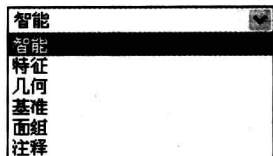

图 1.11 “过滤器”下拉列表
(6) 过滤器。过滤器主要用于过滤选取对象。当需要在比较复杂的图形中选取某一像素时,通过选择过滤器中某一选项,即可过滤其他像素,选取用户所需要的像素。过滤器的下拉列表如图 1.11 所示。
① 智能:智能像素选取,选取顺序为先选到特征(含实体特征、曲面特征或基准特征),然后再选到此特征的几何元素(如点、线或面)。
② 特征:仅选取实体特征、曲面特征或基准特征(包括基准平面、轴线、曲线、坐标系、基准点)。
③ 几何:仅选取特征的面、曲面组、特征的边或边的端点。
④ 基准:仅选取基准特征,包括基准平面、轴线、曲线、坐标系、基准点。
⑤ 面组:仅选取面组。
⑥ 注释：选取注释文字。
(7) 绘图区。工作界面中最大的区域，是显示模型和设计师设计的场所。